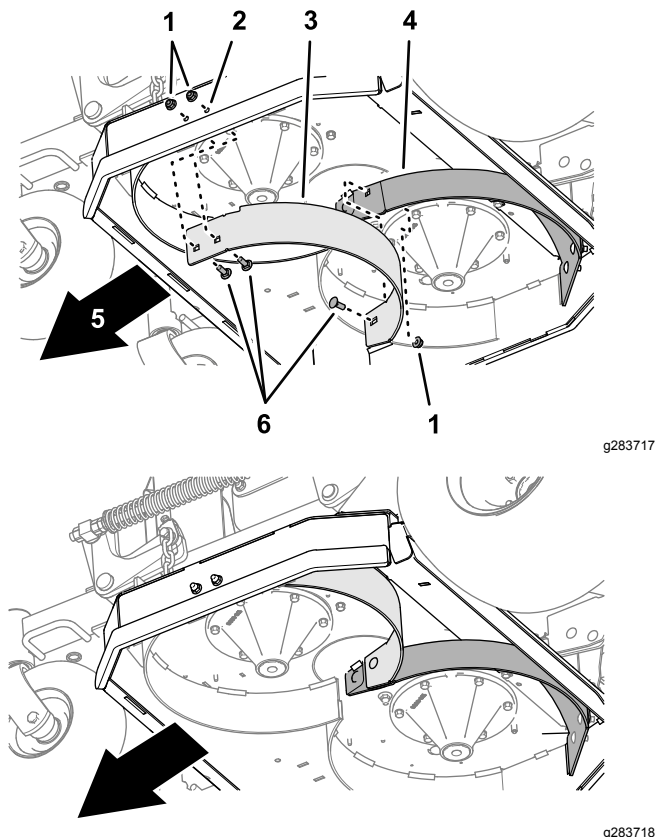

Figure 4
4. Alignez les trous du déflecteur gauche (3 trous) et les 2 trous que vous avez percés sur le côté du plateau de coupe (Figure 4).
5. Alignez le trou à l'autre bout du déflecteur gauche et le trou ouvert dans le déflecteur droit (Figure 4).
6. Fixez légèrement le déflecteur gauche sur le côté du plateau et sur le déflecteur droit (Figure 4) au moyen de 3 boulons de carrosserie ($\frac{3}{8}$ " x 1") et de 3 contre-écrous à embase ($\frac{3}{8}$ ").